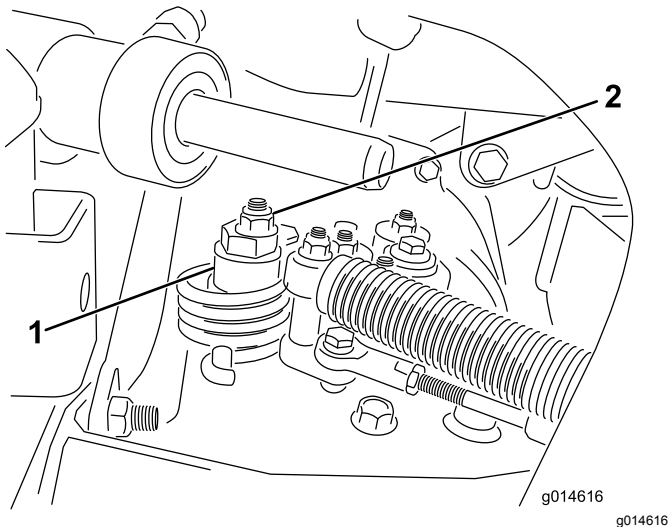

图35
- A. 松开将偏心螺栓固定到静液压泵顶部的螺母图 35。
- C. 旋转偏心螺栓直到不再出现任何方向的缓慢前移。当轮子停止旋转时旋紧螺母锁定偏心螺栓和调整图35。将油门移至慢速和快速位置验证调节情况。